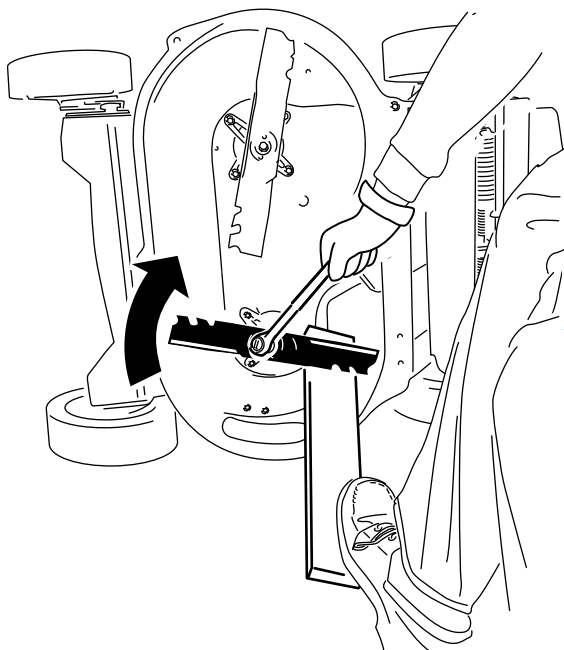

Figura 43
2. Fissate ogni lama con una tavola e ruotate in senso antiorario con una chiave torsiometrica come mostrato in Figura 43; serrate il bullone della lama a 82 N·m (60 ft-lb).